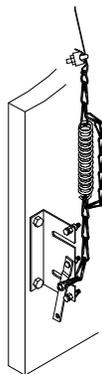

Figure 22 Position débrayée
1. Tirez le levier du sectionneur vers le bas à la position « débrayée » (Figure 22). Un dispositif d'embrayage positif débraye le mécanisme d'entraînement initial du fonctionnement électrique et le transfère à l'entraînement manuel.